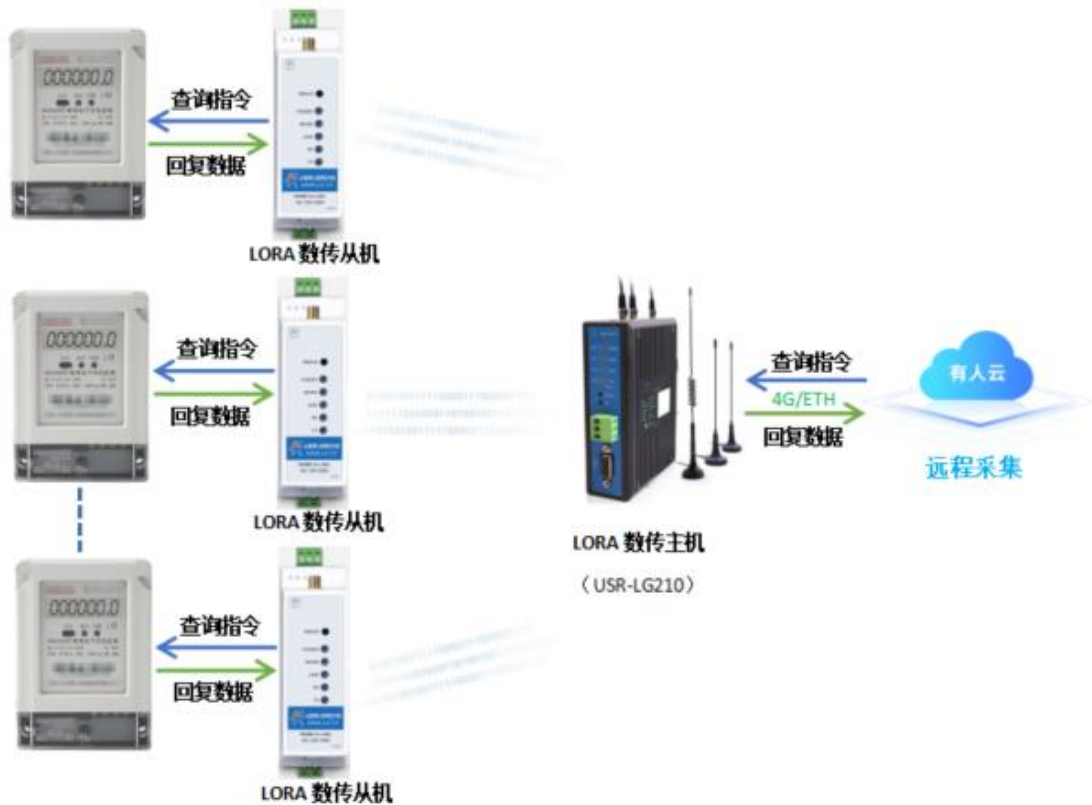

图 2 Modbus 抄表系统示意图
(1) 场景特点：各传感器使用的采集指令相同（用户设备本身不带有设备编号），且需要对不同设备进行不同的控制操作（如阀门）。
(2) 适用模式：固定 ID 通讯模式或指定 ID、信道、速率传输模式。
(3) 应用详情（以单一网络应用采集蔬菜大棚土壤温湿度及控制灌溉阀门为例），如“图 2”所示：